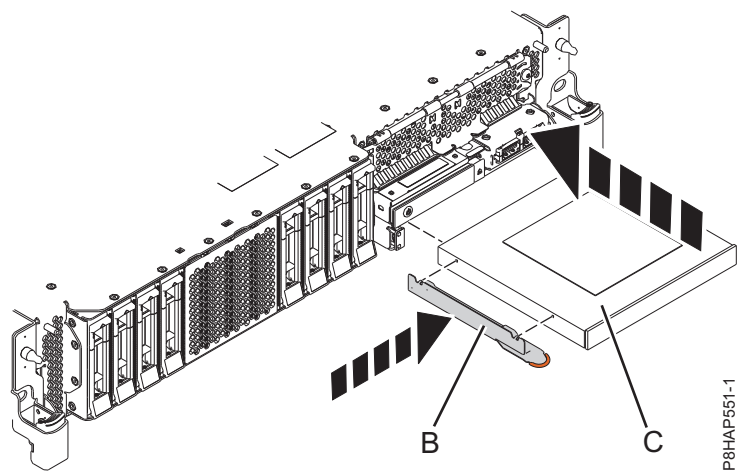
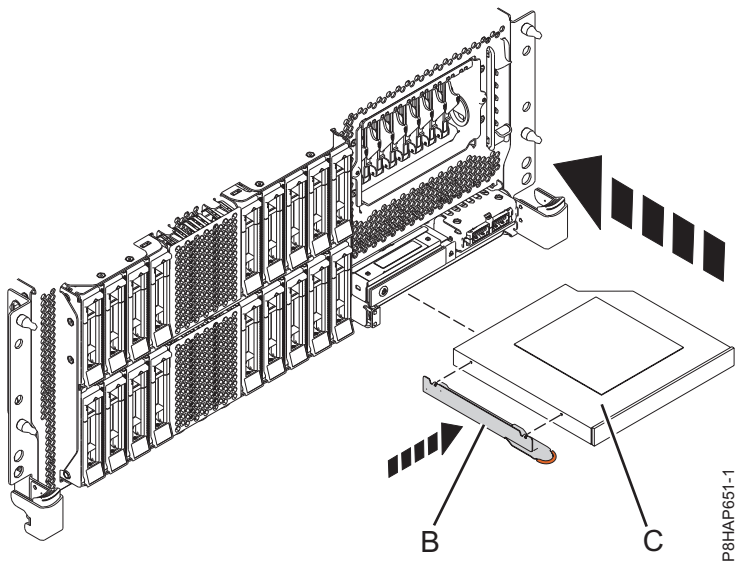
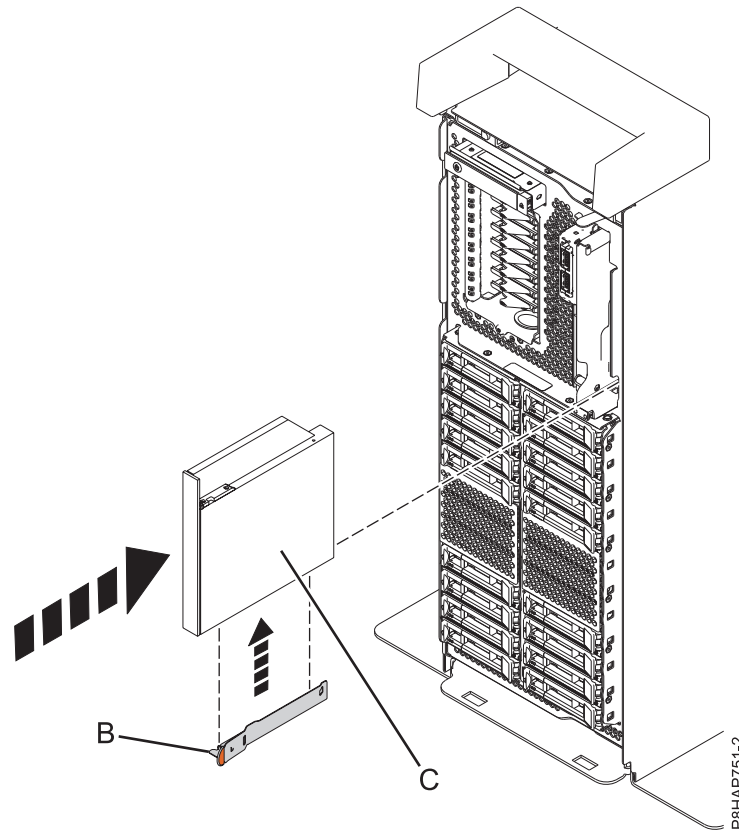

Figure 27. Remise en place d'une unité de stockage extra-plate sur un système 5148-21L, 5148-22L, 8247-21L, 8247-22L, 8284-21A, ou 8284-22A
Figure 28. Remise en place d'une unité de stockage extra-plate sur un système 8247-42L, 8286-41A ou 8286-42A monté en armoire
Figure 29. Remise en place d'un unité de stockage extra-plate dans un système autonome
6. Fixez le crochet de fixation **(B)** sur la nouvelle unité de stockage extra-plate, comme illustré dans figure 27, à la page 36 pour un système 5148-21L, 5148-22L, 8247-21L, 8247-22L, 8284-21A, ou 8284-22A, figure 28, à la page 36 pour un système 8247-42L, 8286-41A ou 8286-42A monté en armoire, ou figure 29, à la page 37 pour un système 8286-41A autonome.
Pour un système 5148-21L, 5148-22L, 8247-21L, 8247-22L, 8284-21A, ou 8284-22A, voir figure 27, à la page 36, pour un système 8247-42L, 8286-41A ou 8286-42A monté en armoire, voir figure 28, à la page 36, ou pour un système 8286-41A autonome, voir figure 29, à la page 37.